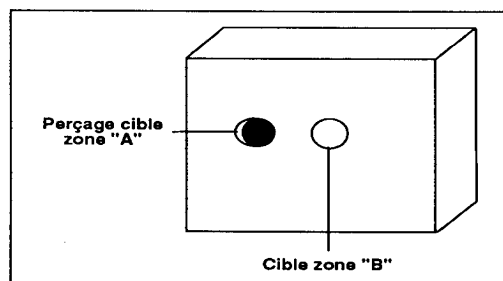

Figure C-2. Détermination de l'émissivité à l'aide d'un perçage
3. Régler l'émissivité à 0,97 puis mesurer et noter la température du trou percé dans le matériau échantillon (zone "A" sur la fig. C-2). Vérifier que le trou occupe tout le champ optique du thermomètre.
4. Pointer le thermomètre vers un autre point de la cible aussi près que possible de la zone "A" (zone "B" sur la figure C-2).